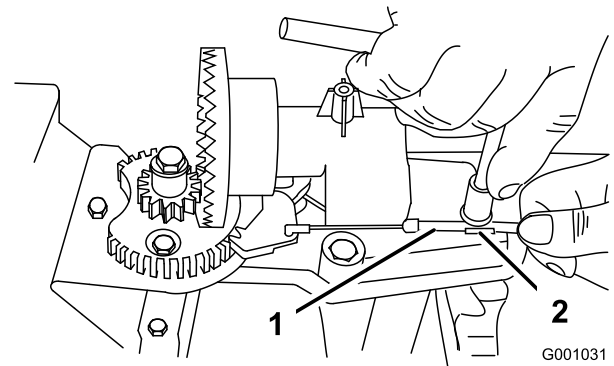
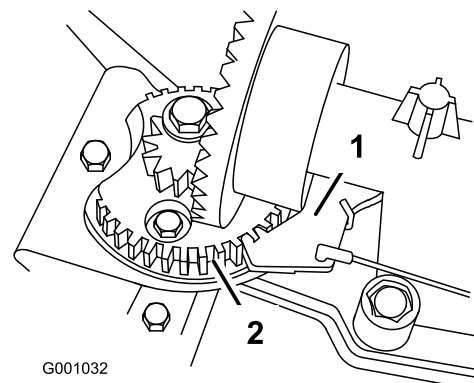

Figure 53
Figure 54
2. Desserrez le boulon du serre-câble (Figure 53).
3. Saisissez la gaine du câble et déplacez-la vers l'avant de la machine jusqu'à ce que le cliquet de verrouillage de l'éjecteur s'engage complètement dans les dents du secteur (Figure 53 et Figure 54).
Remarque: Le cliquet est rappelé par ressort et s'engage naturellement dans les dents du secteur (Figure 54).